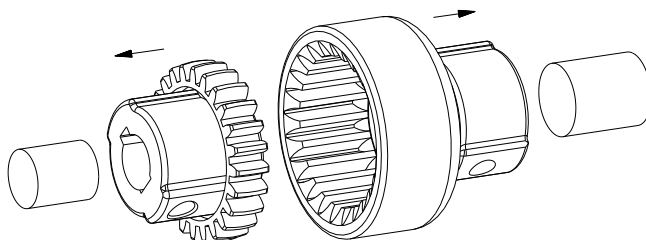

図 10: ハブとプラグインスリーブの取付け方法
- ハブとプラグインスリーブを駆動側と従動側それぞれの軸に取付けて下さい(図 10 をご参照)。